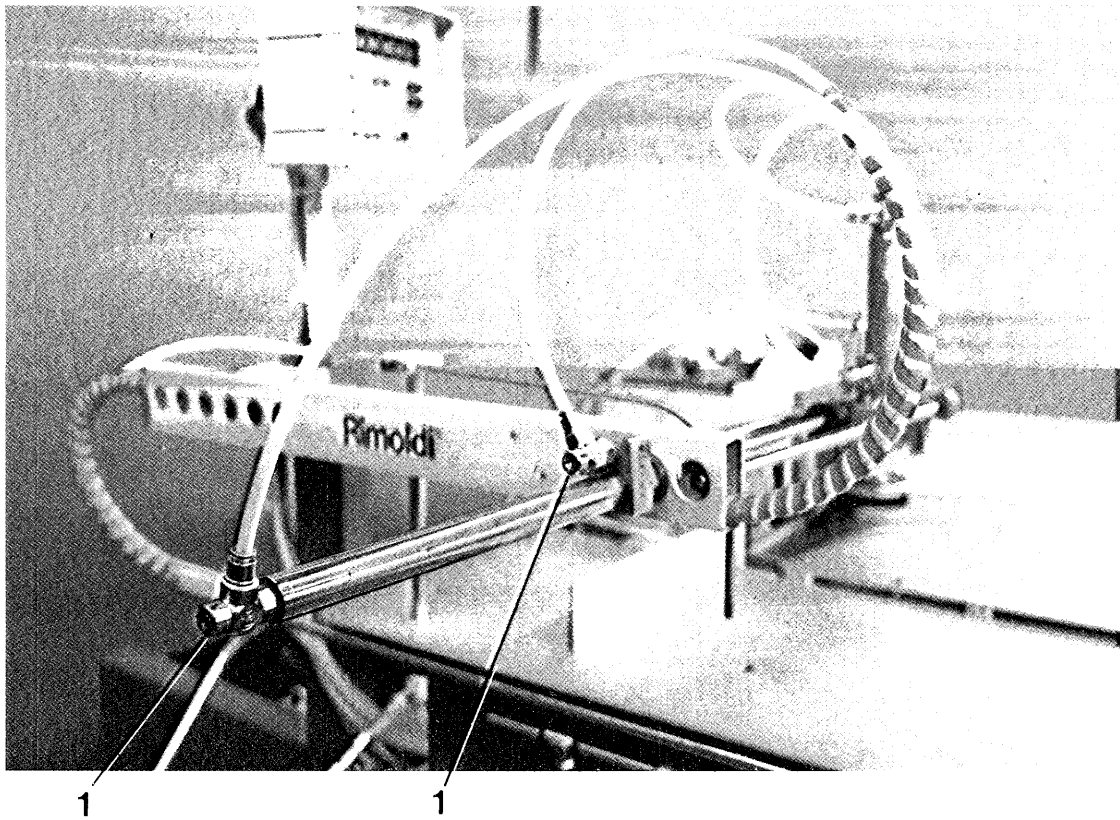

Fig. 27
N.B. - A la fin de course le chariot sera freiné à cause de l'effet des amortisseurs pneumatiques de fin de course, placés dans le cylindre et réglables au moyen des vis 1 (fig. 27).